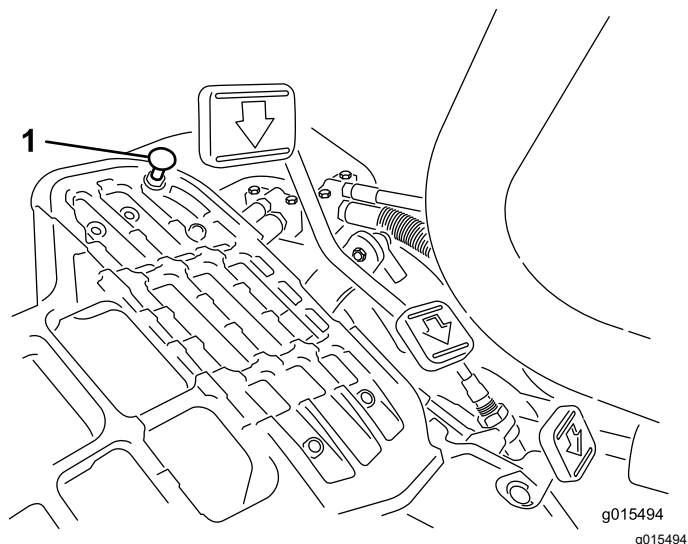

Figura 41
Pour obtenir la vitesse de transport maximale, placez le slecteur de fonction en position de TRANSPORT et appuyez sur la pdale de dplacement. Si la pdale touche la butee (Figura 41) avant que la tension soit ressentie sur le cable, procdiez comme suit :
1. Placez le slecteur de fonction la position de TRANSPORT et desserrez le contre-ecrou de fixation de la butee de pdale au plancher (Figura 41).